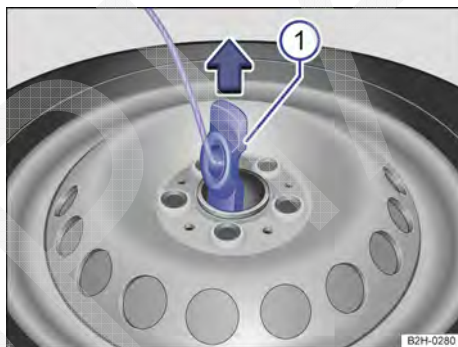

Fig. 179 Puxar o suporte do aro do orifício do aro.
- Posicionar o limitador → Fig. 179 ① na vertical e puxar para fora do orifício do aro, na direção da seta.